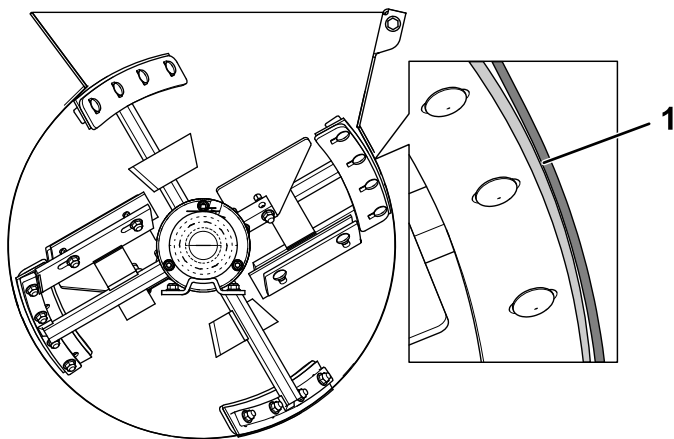

Figure 74
5. Ajustez la position du racloir pour qu'il soit légèrement en contact, sur toute sa longueur, avec la cuve (Figure 74).